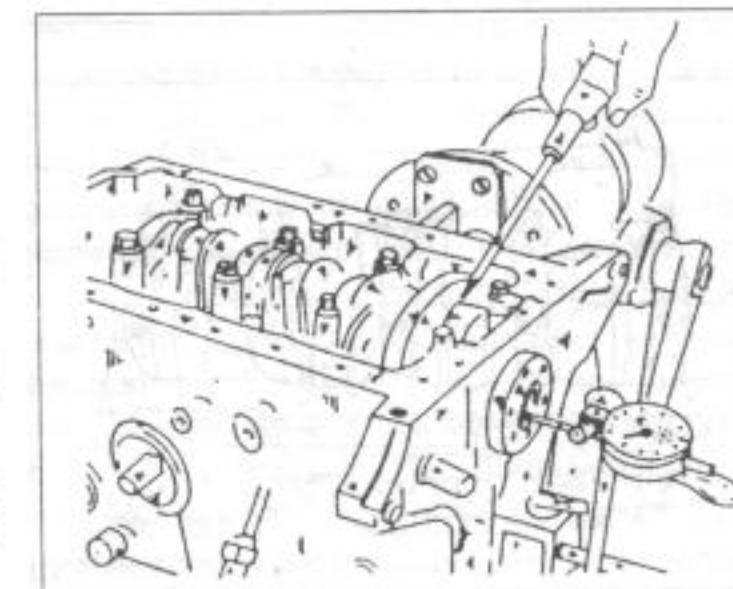

Рис. 99.
- Установить стрелочный индикатор с по-мощью кронштейна перед передней частью блока цилиндров, чтобы установить измери-тельный палец в концевой шейке коленчатого вала (рис.99).
- Болты крышек от середины к краям затянуть в несколько приемов с предписанным для соответствующего двигателя момента затяжки. После затяжки крышек несколько раз прокрутить коленчатый вал, чтобы уже теперь закрепить зажим. Для этого нужно временно одеть на вал приводную шестерню коленвала сегментной шпонкой и привинтить шкив ременной передачи. Аксиальный зазор проконтролировать еще раз, как это уже было описано в главе 2.7.2 (см. также рис. 99). Если зазор с самого начала был слишком большим, применяют средние вкладыши подшипников или регулировочные шайбы, в зависимости от типа двигателя.